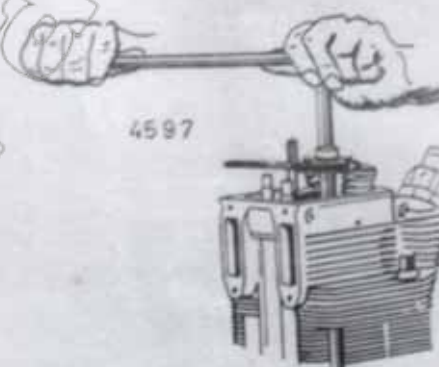

Bild 32 Nachspannen der Zylinderkopfschrauben
- Schrauben über Kreuz mit beiden Händen nachspannen, dabei Steckschlüssel einseitig lang fassen (Bild 32).